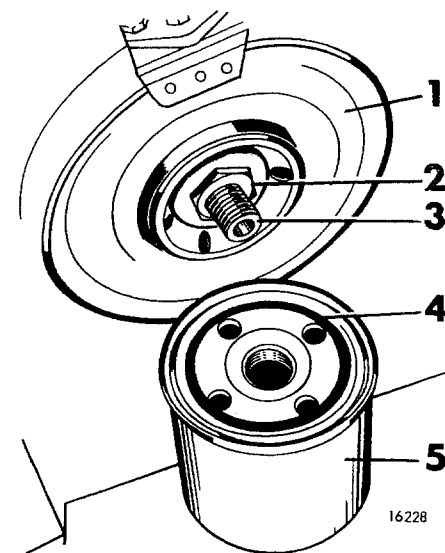

Fig 01–62. Oljekylare
3. Skruva av muttern 2, fig 01–62, och dra av kylaren.